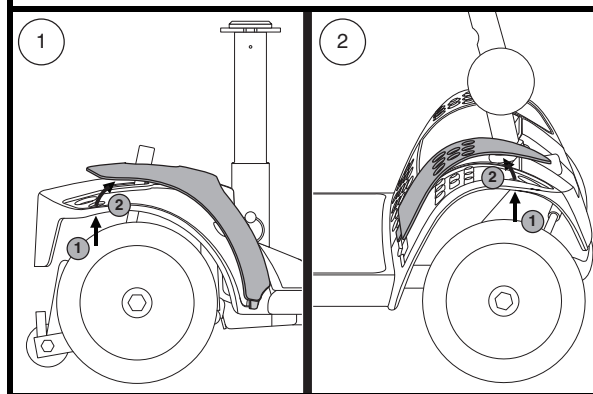

Figura 11. Pannello paraurti
2. Spingere attraverso il foro per separare il pezzo dal miniscooter. **Vedere figura 11.**
**NOTA:** Quando si installa il pannello paraurti anteriore e posteriore, verificare che la scheda nella parte inferiore del pannello è inserito nell'apertura prima di fissare il pannello. **Vedere figura 11.**